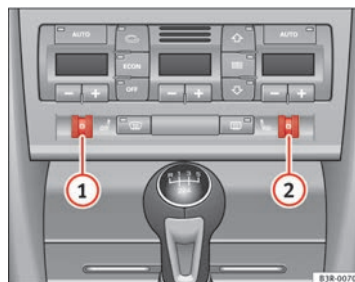

Abb. 144 Ausschnitt aus der Instrumententafel: Rändelräder der Sitzheizung
Drehen Sie am Rändelrad ① bzw. ② ⇒ Abb. 144, um die Sitzheizung auf Fahrer- bzw. auf Beifahrerseite einzuschalten und zu regulieren.